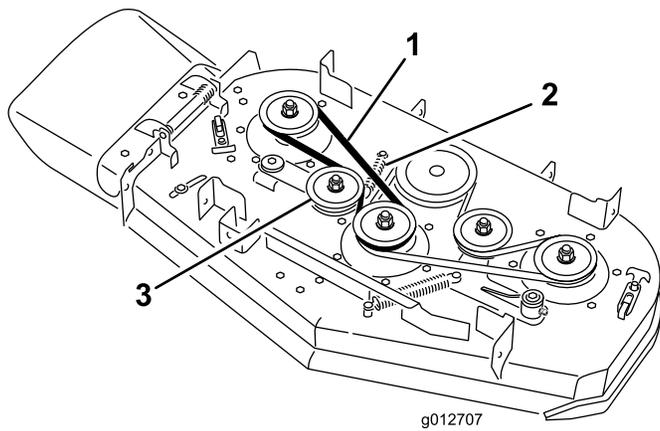

Figura 65
4. Desenganche el muelle de la clavija del brazo de la polea tensora (Figura 65).
5. Retire la correa usada del cortacésped (Figura 65).
6. Instale la correa nueva del cortacésped alrededor de las poleas de la carcasa y la polea tensora (Figura 65).
7. Enganche el muelle en la clavija del brazo de la polea tensora (Figura 65).